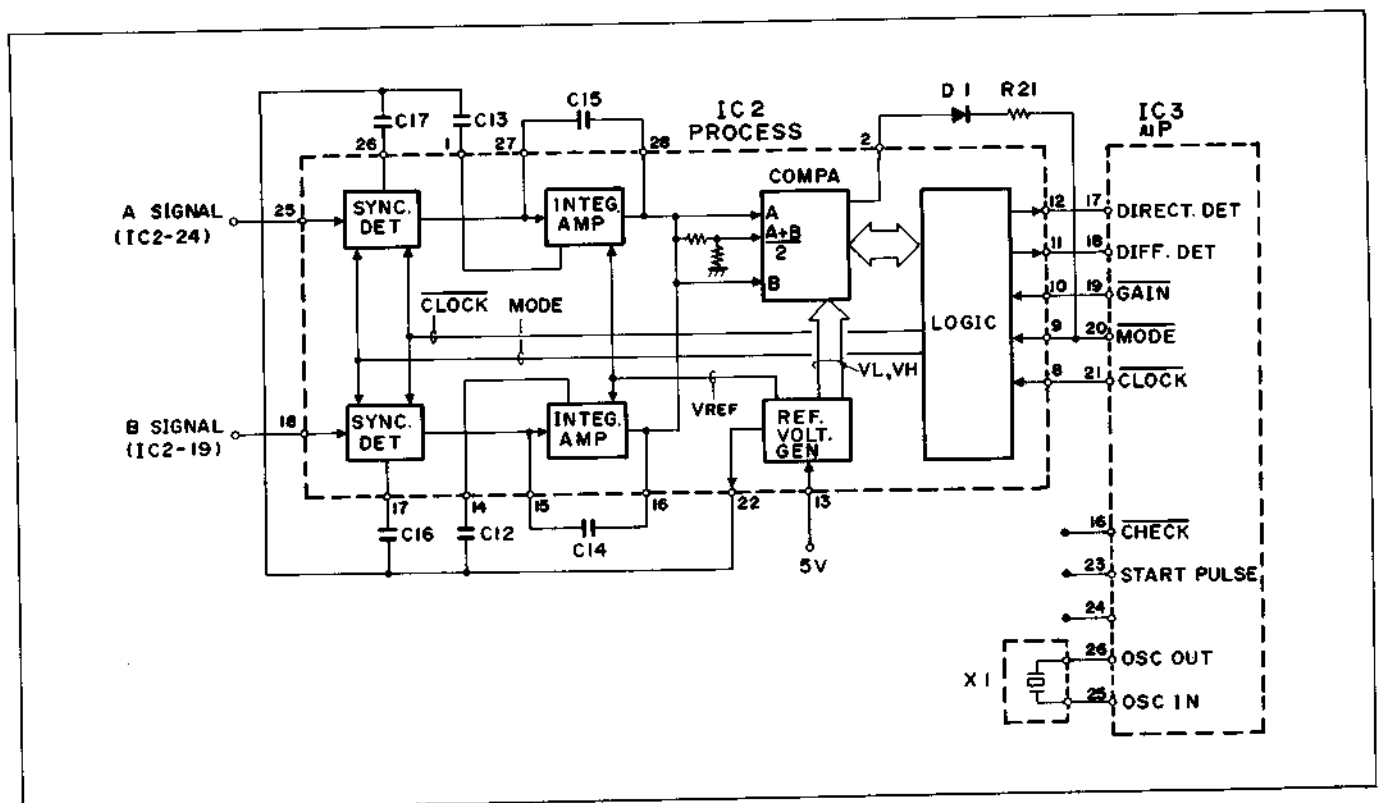

Abb. 2-25 Signalverarbeitungs-Schaltkreis
(3) Synchron-Detektor und Integrator (SYNC. DET/INTEG. AMP)(Abb. 2.25)